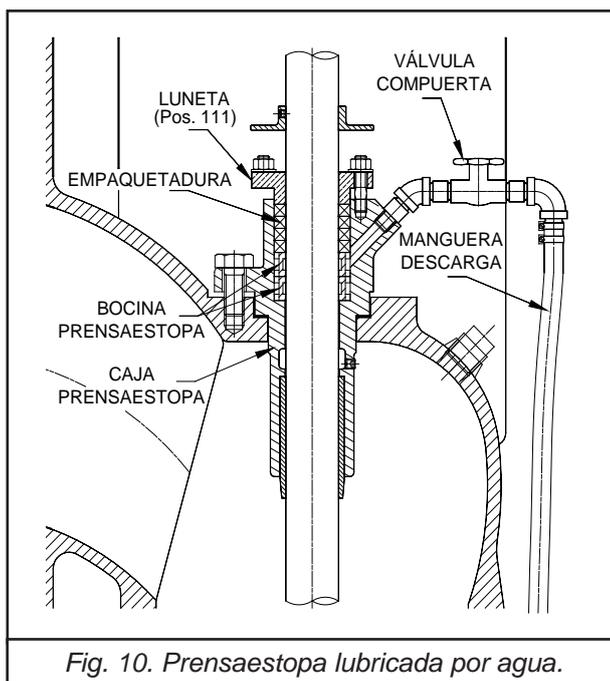

Fig. 10. Prensaestopa lubricada por agua.
- Coloque el empujador de collet sobre el eje (Fig. 10) y golpee con él el collet entre el impulsor y el eje hasta liberar el impulsor. Extraiga el impulsor, y el collet (la cuña cónica partida). Coloque el collet y el tazón en un lugar previamente preparado. Limpie el eje antes de continuar.